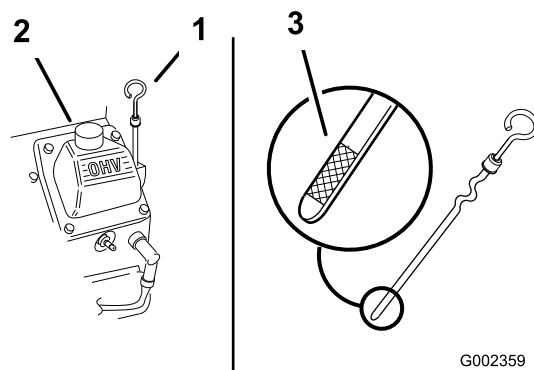

Bild 160
3. Reinigen Sie den Bereich um den Öleinfüllstutzendeckel und den Peilstab (Bild 160).